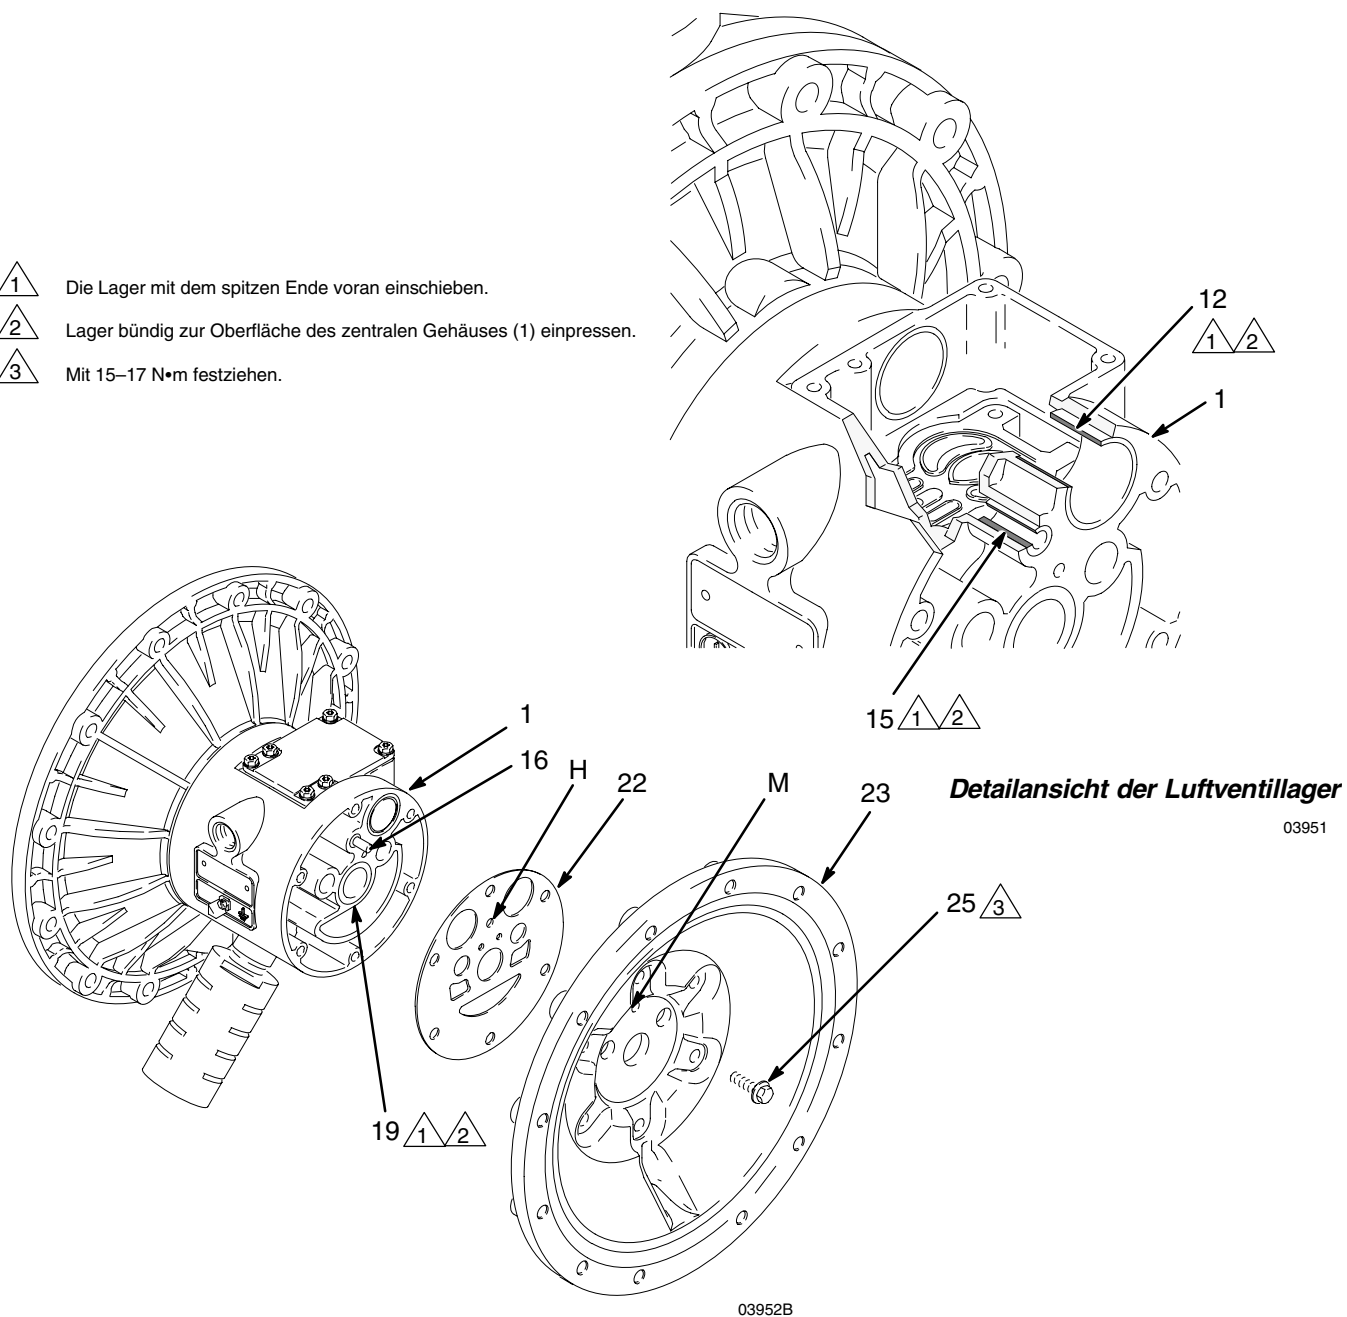

Abb. 14
- HINWEIS:** Falls Sie nur das Membranwellenlager (19) ausbauen, lassen Sie Schritt 4 aus.
5. Mit einem 10-mm-Steckschlüssel die Schrauben (25) lösen, mit denen die Luftdeckel (23) am zentralen Gehäuse (1) befestigt sind. Siehe Abb. 14.
6. Die Dichtungen am Luftdeckel (22) entfernen. Die Dichtungen stets durch neue ersetzen.
7. Mit einem Lagerabzieher die Membranwellenlager (19), Luftventillager (12) oder Führungsstiftlager (15) abziehen. Unbeschädigte Lager nicht ausbauen.
1. Die Wellenpackungen (402\*), sofern ausgebaut, so einbauen, dass die Lippen nach **außen** aus dem Gehäuse zeigen (1).
2. Die Lager (19, 12 und 15) sind konisch und lassen sich nur in eine Richtung einbauen. Die Lager mit dem **spitzen Ende voran** in das zentrale Gehäuse (1) schieben. Mit einer Presse oder einem Holzhammer und Klotz das Lager bündig zur Oberfläche des zentralen Gehäuses einpressen.
4. Die neue Dichtung der Luftdeckel (22) so ausrichten, dass der aus dem zentralen Gehäuse (1) hervorstehende Führungsstift (16) durch die richtige Öffnung (H) in der Dichtung passt.
5. Die Luftdeckel (23) so ausrichten, dass der Führungsstift (16) in die mittlere (M) der drei kleinen Öffnungen in der Nähe des Abdeckungszentrums passt. Die Schrauben (25) handfest eindrehen. Siehe Abb. 14. Mit einem 10-mm-Steckschlüssel die Schrauben über Kreuz und gleichmäßig mit 15–17 N•m anziehen.